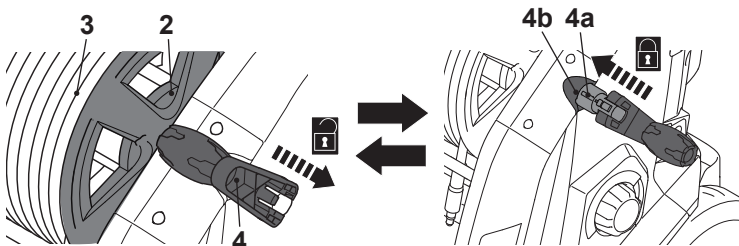

Fig. 16
1. Extraer el asa de enrollado k (4) de la carcasa y desplegarla para desbloquear el carrete de la manguera (2) y el asa misma (Fig. 16).
2. Extraer la manguera de presión (3) del carrete (2) para su funcionamiento.
3. Girar el asa de enrollado k (4) en el sentido de las agujas del reloj para enrollar la manguera de presión (3) para su almacenamiento. Libere la presión de la manguera antes de enrollarla: apague el producto con el sintonizador de control y apriete el gatillo de la pistola hasta que se libere la presión.